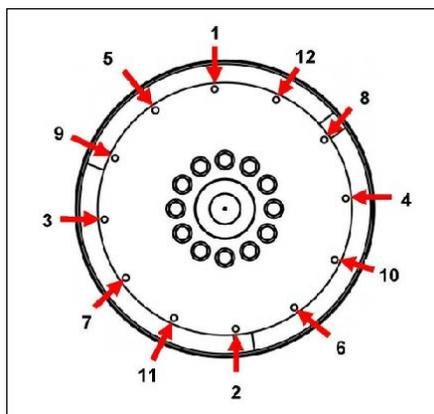

РИС. 24. ПОСЛЕДОВАТЕЛЬНОСТЬ КРЕПЛЕНИЯ
10. Извлеките установочные штифты. Установите на место болты муфты, поместив под их головками усиленные стопорные шайбы. Затяните болты крепления диска муфты к маховику, соблюдая последовательность, указанную в Рис. 24 на стр. 48.